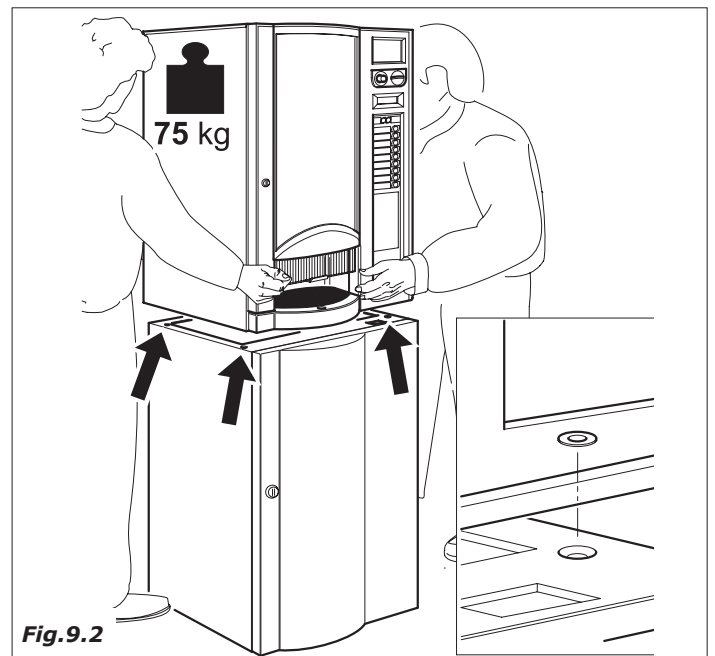

Fig.9.2
- sobrepor o distribuidor e por em correspondência os 4 cunhos roscados com as 4 furos (Fig. 9.2)